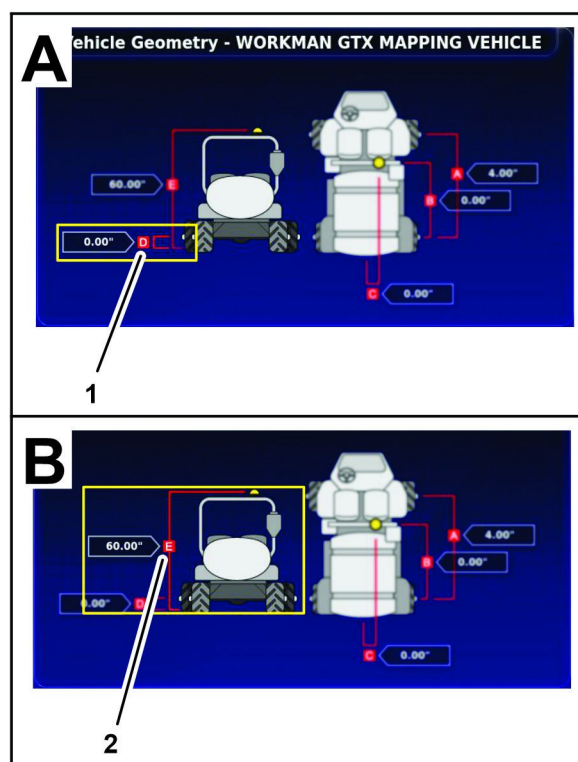

図 183
4. 後アクスルの車両の中心線位置から地表までの距離を測定 図 183 し、用紙に書き込む。
5. 後アクスルの車両の中心線位置から地表までの距離を測定 図 183 し、用紙に書き込む。